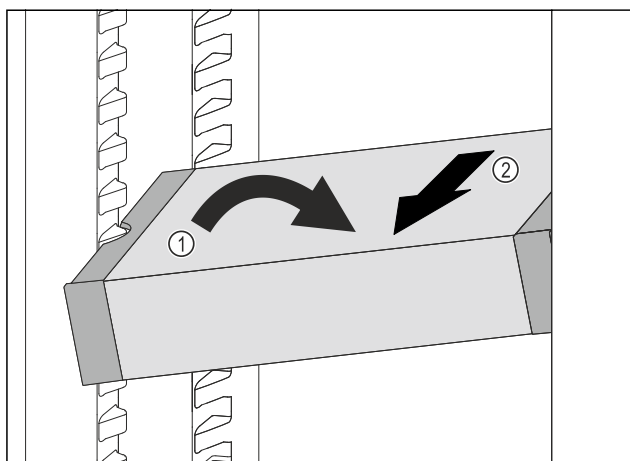

Fig. 223
- ▶ Расположите VarioSafe в холодильном отделении под наклоном. Fig. 223 (1)
- ▶ Извлеките VarioSafe движением вперед. Fig. 223 (2)